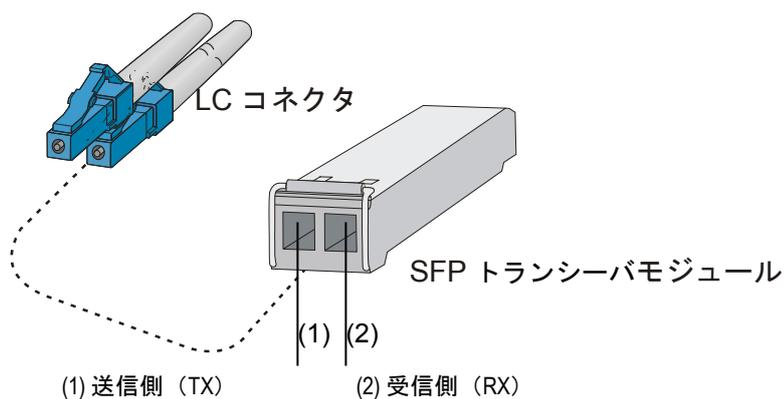

図 5-7 LC 光ファイバコネクタと SFP/SFP+ トランシーバモジュールの接続
- 2) SFP/SFP+トランシーバモジュールの防塵カバーを外し、図 5-7で示すように、ファイバコネクタの 1 端のプラグをスイッチに設置された SFP/SFP+トランシーバモジュールの光ポートに接続し、コネクタのもう一方の端を対向装置のトランシーバモジュールに接続してください。